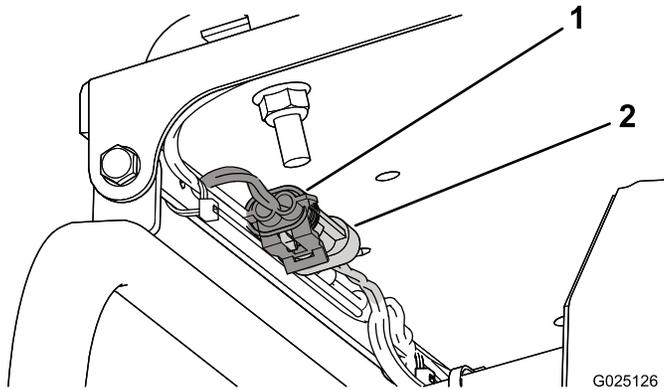

Bild 2
3. Wenn das Gerät über ein Lichtset verfügt, trennen Sie den Kabelbaum des bestehenden Betriebsstundenzählers vom Kabelbaum des Lichtsets (Bild 2).
9. Wenn das Gerät über ein Lichtset verfügt, schließen Sie den Kabelbaum des Lichtsets an die entsprechenden Verbinder des Kabelbaums des kabellosen Betriebsstundenzählers an (Bild 2).